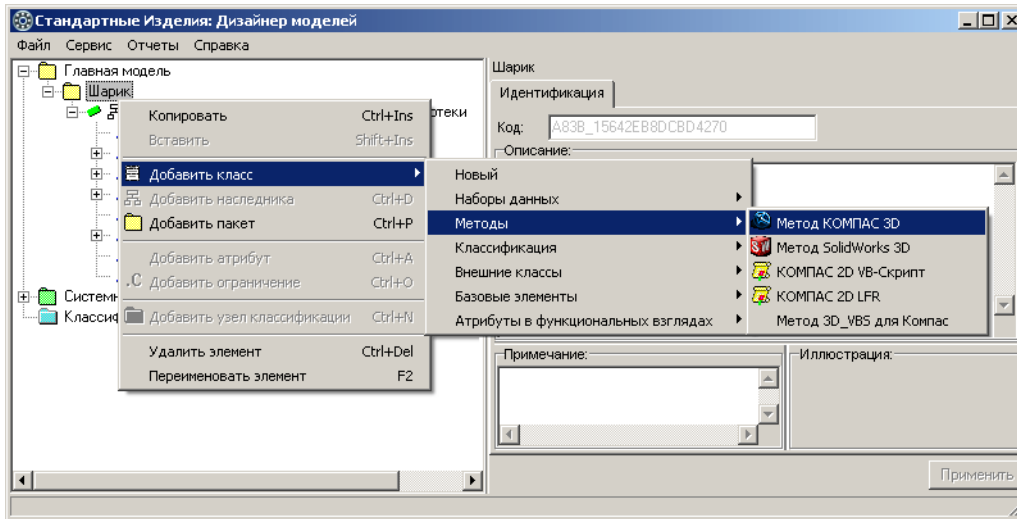

Рис. 3.16.
1. Укажите пакет *Шарик* и вызовите из контекстного меню команду **Добавить класс – Методы – Метод КОМПАС 3D** (рис. 3.16).